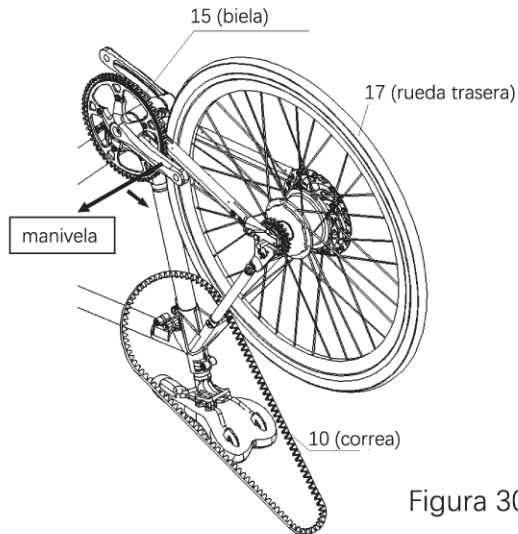

Figura 30-1.
d. Ajustar la dirección de la manivela de la pieza 15 para que apunte a la rueda trasera, como se muestra en la Figura 30-1.